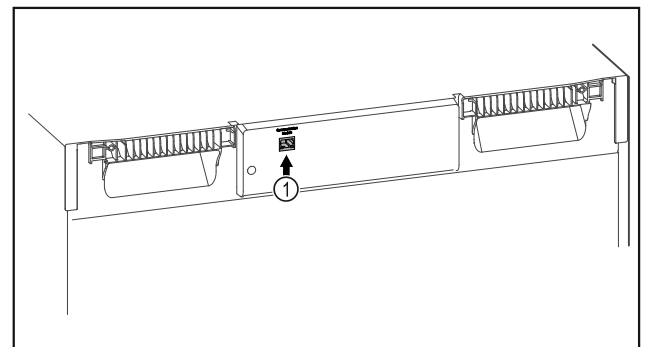

Fig. 119
- Използва се SmartModule Fig. 119 (1).